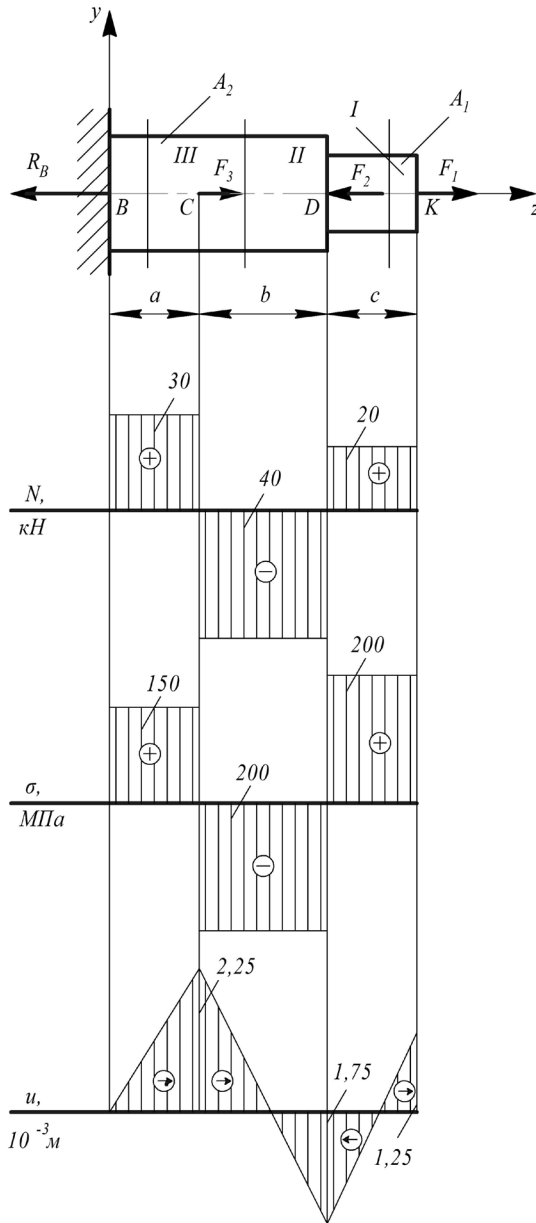

Рисунок 3.3
1. Строим эпюру нормальных сил N , используя метод сечений (рисунок 3.3). Предварительно покажем реакцию заделки R_B , направив её от сечения В, однако определять её величину не будем.
2. Строим эпюру σ (рисунок 3.3).
3. Строим эпюру перемещений поперечных сечений бруса u (рисунок 3.3).